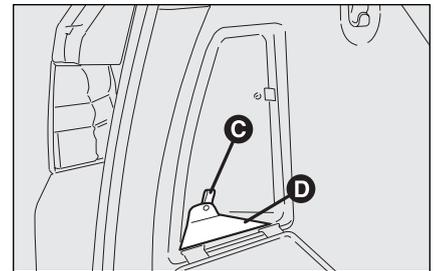

fig. 64
- saisir la languette **C-fig. 64** pour ouvrir le deuxième volet **D**: ainsi on accède à la centrale porte-fusibles.